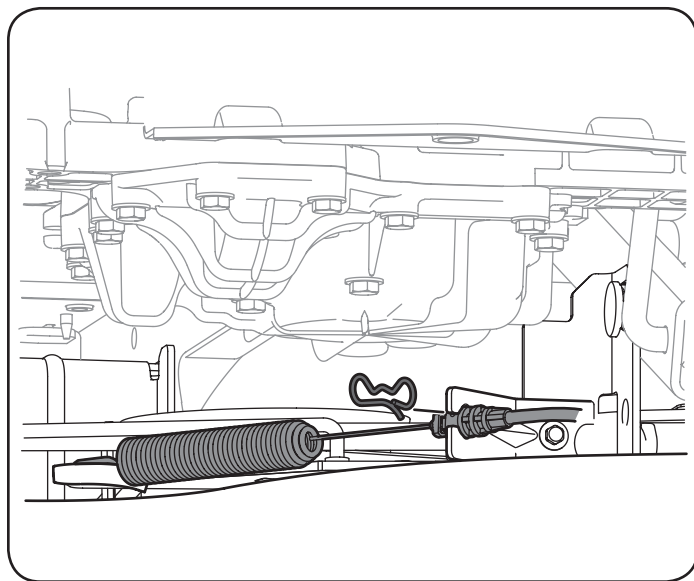

Figura 21
5. Extraiga el pasador de chaveta que sujeta el cable de la PTO al soporte de la plataforma, tire hacia atrás del cable de la PTO, luego deslícelo fuera del soporte y desenganche el resorte del soporte intermedio. Vea la Figura 21.